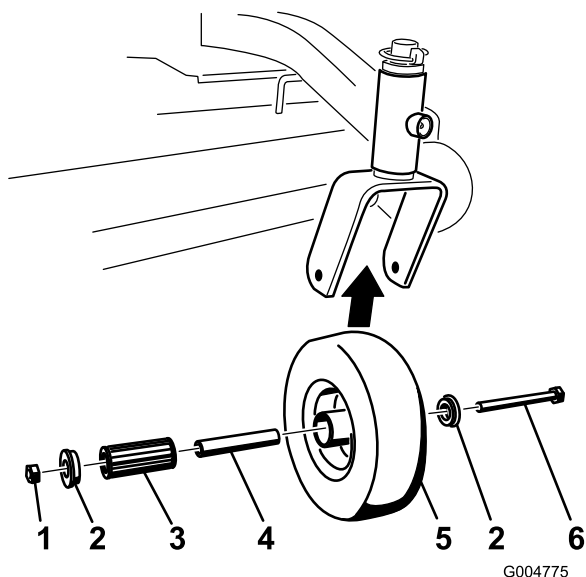

Figure 34
4. Examinez l'usure du roulement à rouleaux, des bagues, de la douille pour clé et de l'intérieur du moyeu ; remplacez les pièces usées ou défectueuses (Figure 34).
6. Mettez la deuxième bague dans le moyeu (Figure 34).
8. Serrez le contre-écrou jusqu'à ce que la base de la douille pour clé soit en appui contre l'intérieur de la fourche (Figure 34).
1. Enlevez le contre-écrou et le boulon de fixation de la roue pivotante à la fourche (Figure 34).
2. Enlevez 1 bague, puis sortez la douille pour clé et le roulement à rouleaux du moyeu de roue (Figure 34).
3. Enlevez l'autre bague du moyeu, puis nettoyez la graisse et les saletés éventuellement présentes dans le moyeu (Figure 34).